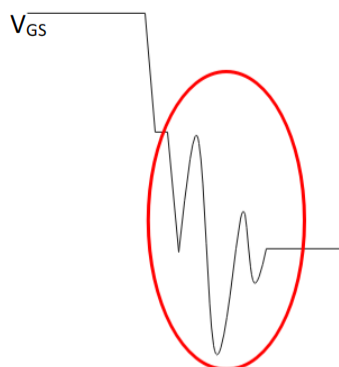

图 7-10 栅极振铃现象
- 1) 栅极信号振铃，导致 MOS 损坏（如图 7-10所示）；